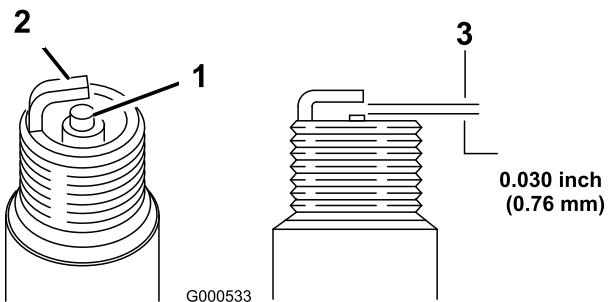

Рисунок 46
1. Осмотрите середину каждой свечи зажигания (Рисунок 46).
2. Проверьте зазор между центральным и боковым электродами (Рисунок 46) и отогните боковой электрод, если зазор не соответствует требуемому.